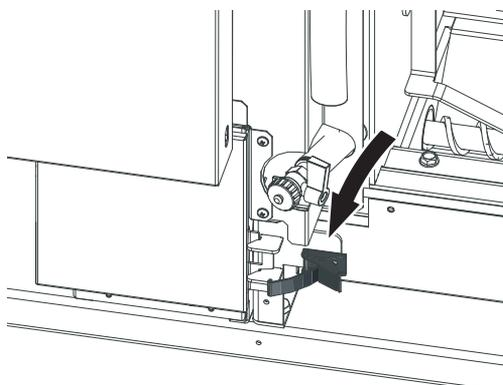

Fig. 46 Ouverture de la fermeture à étrier de tension
- ▶ Desserrer la fermeture à étrier de tension inférieure de droite – Fig. 46.